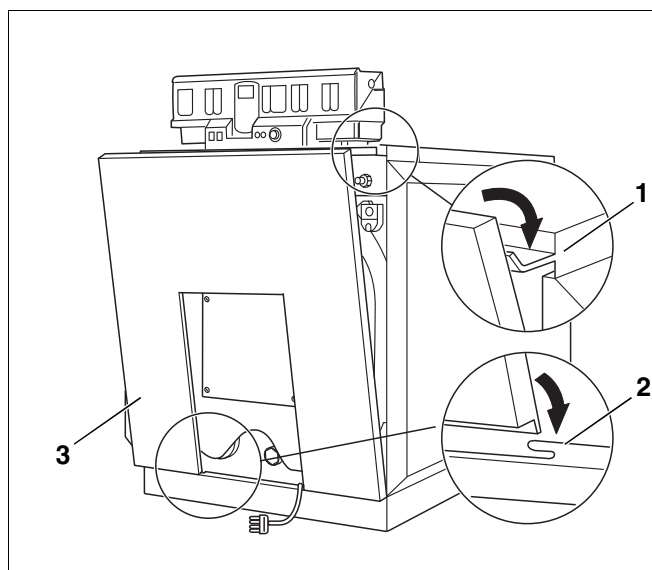

Fig. 41 Montaggio – Pannello frontale
- Agganciare il pannello frontale (fig. 41, [3]) in basso, al centro dello schermo di base (fig. 41, [2]).
tura della copertura anteriore (fig. 41, [1]).